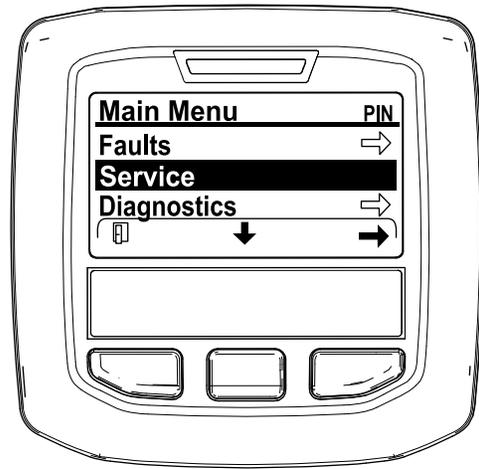

Figura 30
2. Vaya al MENÚ PRINCIPAL, pulse el botón central para desplazarse hacia abajo hasta el MENÚ SERVICIO y pulse el botón derecho para seleccionar la opción SERVICIO (Figura 30).